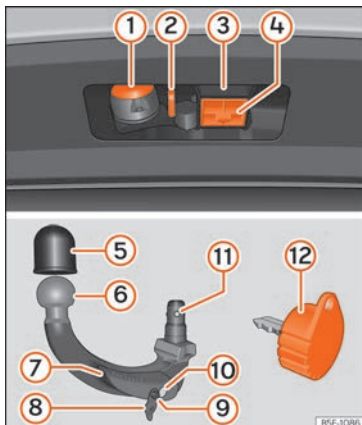

Abb. 263 Halterung der Anhängervorrichtung / abnehmbarer Kugelkopf / Schlüssel
Legende zu » Abb. 263
- Den Verschlussdeckel der Hakenaufnahme (4) » Abb. 263 nach unten abnehmen.